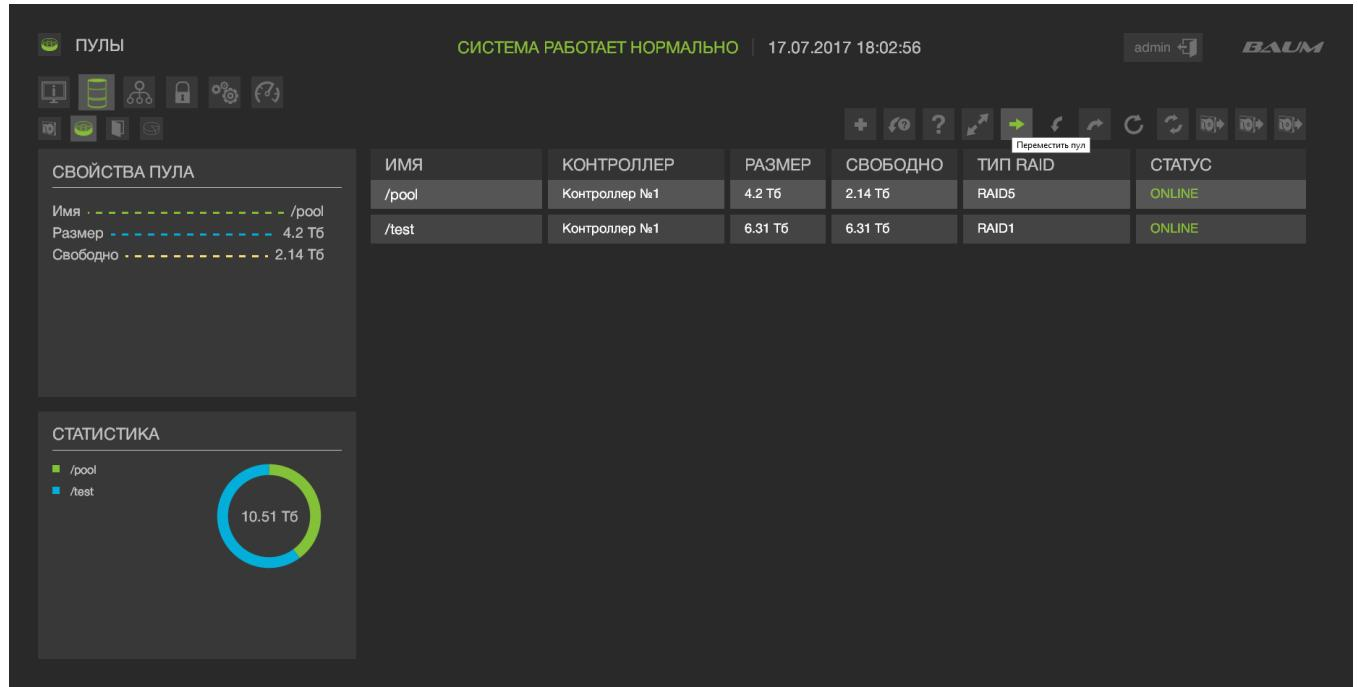

Рисунок 35 – Перемещение пула
- 2) Выбрать контроллер для перемещения (см. Рисунок 35).